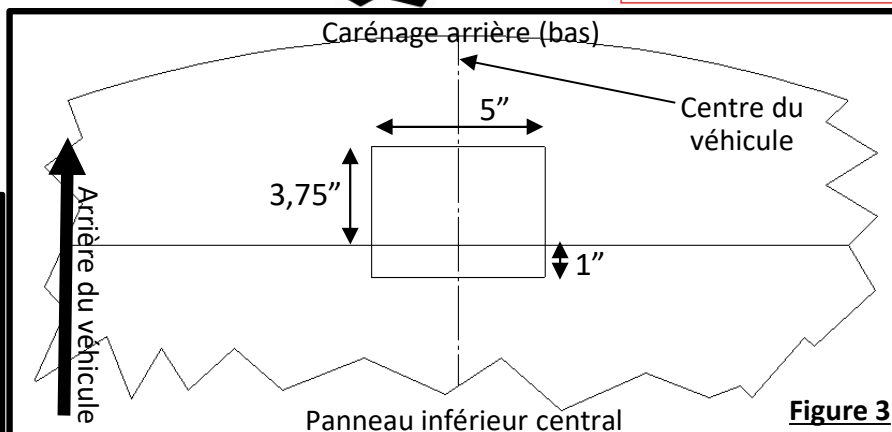

Figure 3
- Carénage : (Utiliser la figure 3 comme guide) À partir de la ligne de centre du carénage, mesurer et marquer une section 2,5 po dans chaque direction, à 3,75 po du bord inférieur avant du carénage. Découper la section marquée.
- Centrer le panneau de soubassement : (Utiliser la figure 3 comme guide) À partir de la ligne de centre du carénage, mesurer et marquer une section 2,5 po dans chaque direction, à 1 po du bord inférieur arrière du carénage. Découper la section marquée.
5A. Découper : Carénage : (Utiliser la figure 3 comme guide) À partir de la ligne de centre du carénage, mesurer et marquer une section 2,5 po dans chaque direction, à 3,75 po du bord inférieur avant du carénage. Découper la section marquée.
5B. Découper : Centrer le panneau de soubassement : (Utiliser la figure 3 comme guide) À partir de la ligne de centre du carénage, mesurer et marquer une section 2,5 po dans chaque direction, à 1 po du bord inférieur arrière du carénage. Découper la section marquée.